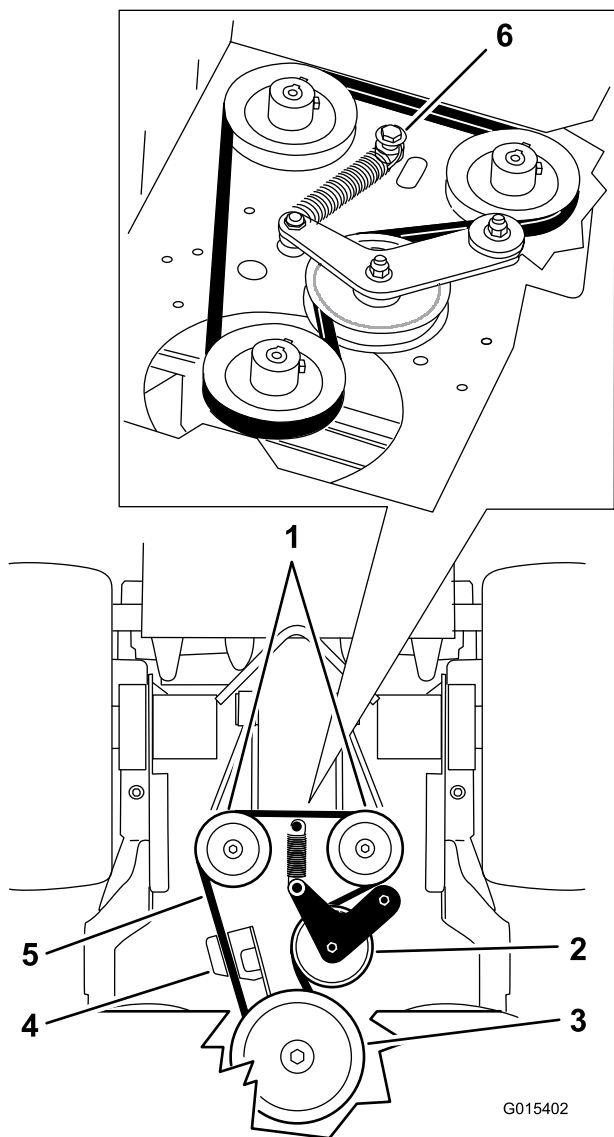

Figure 66
5. Retirez du plancher moteur le boulon à épaulement, l'écrou et la rondelle qui sont reliés au ressort (Figure 66).
6. Déposez la courroie d'entraînement des pompes (Figure 66).
8. Montez le ressort sur le boulon à épaulement et la rondelle, et reliez-le au plancher moteur à l'aide de l'écrou (Figure 66).